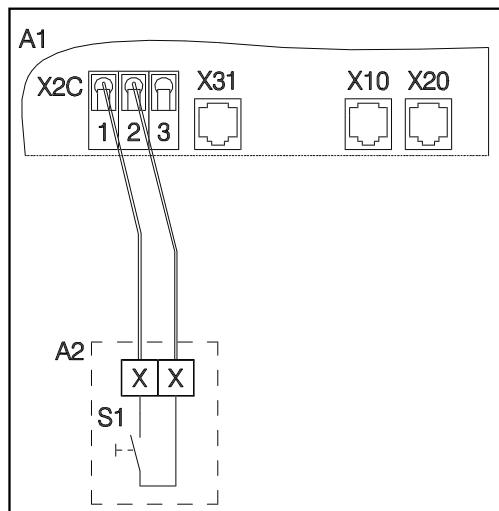

图9：脉冲按钮的连接
- 按照图9所示将脉冲按钮通过端子X2C的触点1和触点2和控制（A1）相连。